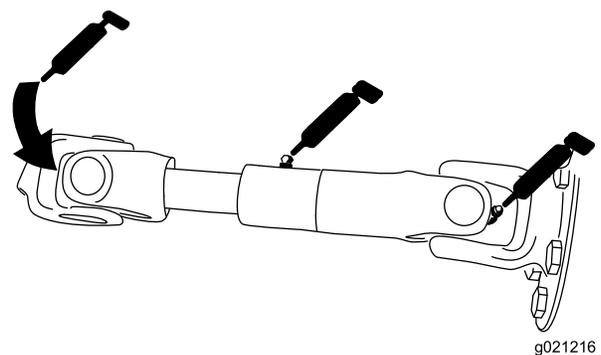

Figura 62
- Árbol de transmisión de la bomba (3) (Figura 62)